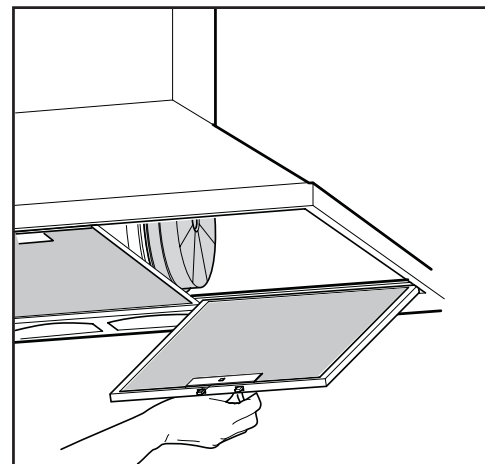

Fig.5
- A distância mínima entre o fundo da panela que está na superfície do fogão e a parte mais baixa da coifa da cozinha, deve ser de pelo menos 70 cm e no máximo 90 cm. Se um tubo de conexão composto de duas partes for utilizado, a parte superior deve encaixar-se externamente à parte inferior. Não conecte a saída de ar da coifa a um duto por onde circule ar quente ou que seja utilizado para extração de fumaça de outros aparelhos que sejam alimentados por um outro tipo de energia que não a elétrica. Antes de iniciar a montagem e para facilitar o manejo do aparelho, retire os filtros antigordura (Fig.5).